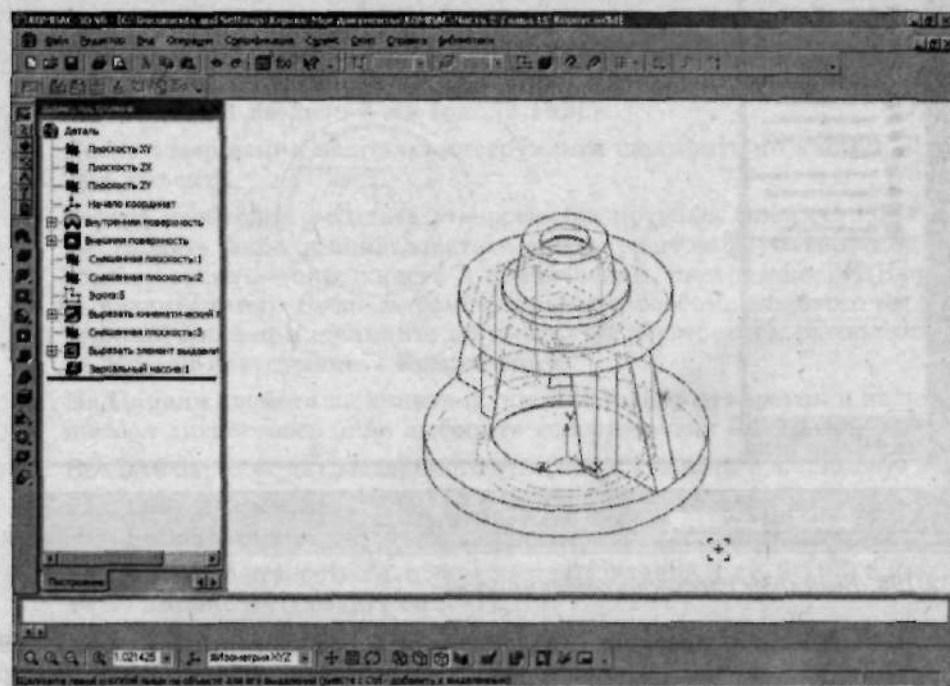

Рис. 2.189. Результат работы с инструментом **Зеркальный массив**
27. Чтобы выполнить симметричное отображение операций, щелкните по кнопке (**Создать объект**). На рис. 2.189 показан результат применения инструмента **Зеркальный массив**.